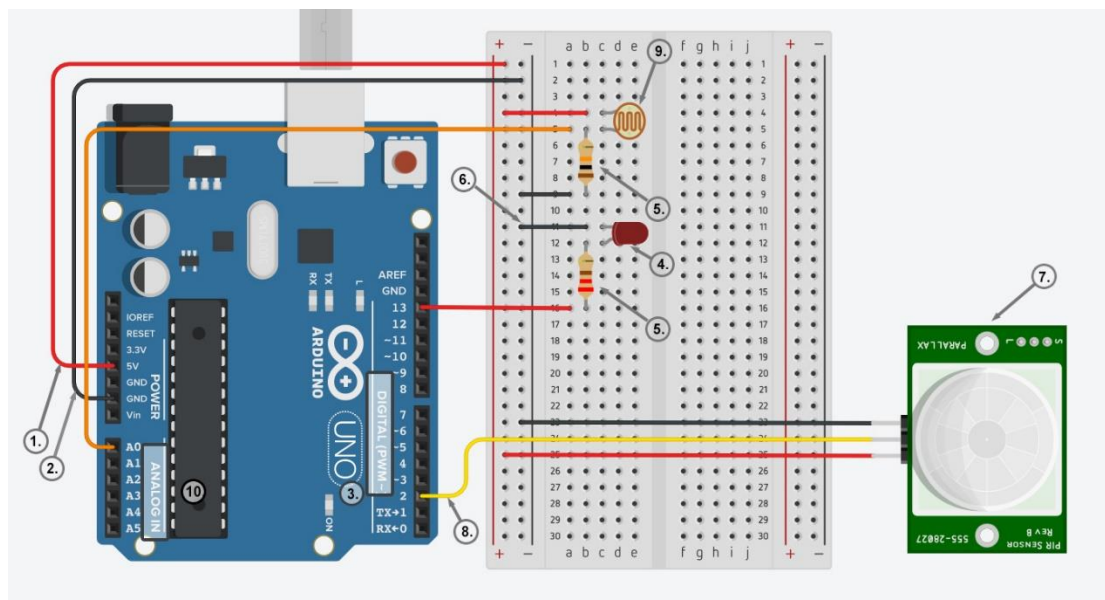

Figura 2: Diagrama circuitului
Următoarea diagramă (*Figura 2*) prezintă modul în care ar trebui conectate componentele circuitului, adică un LED, un senzor PIR și o fotorezistență (opțional). La început breadboard-ul ar trebui alimentat cu o tensiune de (5V) (1) și la masă (GND) (2), prin fire care sunt conectate pe coloanele + și – ale breadboard-ului. Se folosește un pin digital (3) (pinul 13 în exemplu) pentru a conecta anodul LED-ului (4) printr-un rezistor ce 220 Ω (5). Conectați catodul LED-ului la masă (6) pentru a închide circuitul. Folosiți un alt pin digital (3) (pinul 2 în exemplu) pentru a conecta pinul de semnal (8) a senzorului PIR (7). Folosiți cei doi pini rămași pentru a furniza tensiune de 5V senzorului și pentru